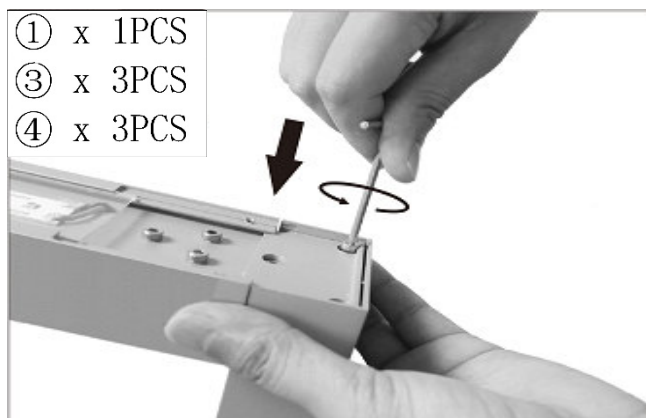

Abb. 7: Befestigen des Kopfes
4. Den Kopf mit beiliegenden 3 Schrauben an der Säule befestigen (Abb. 7)